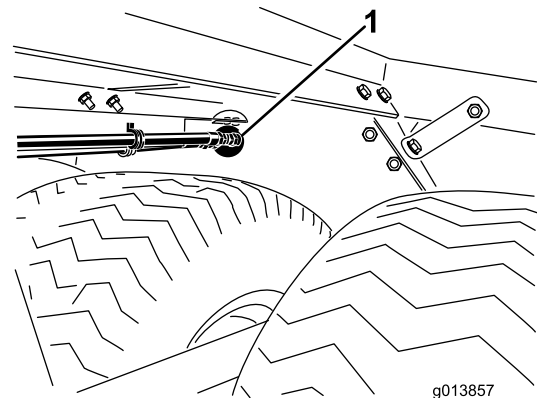

Figura 2
5. Asegúrese de que las conexiones de entrada y salida y el soporte de montaje de la guía de los manguitos caben limpiamente por los taladros redondos del tabique trasero del chasis de la ProPass (Figura 2).